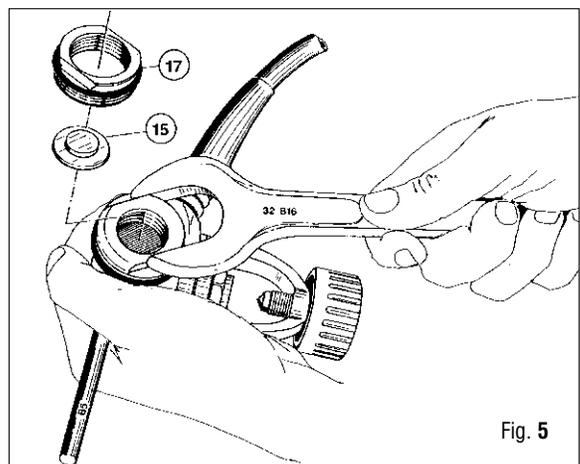

Fig. 5
10. Destornillar la tuerca de bloqueo (17) usando la llave (B-16) y quitar el disco de apoyo del muelle (15). (Fig. 5)